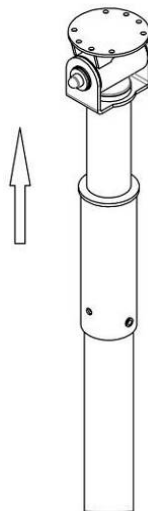

Рисунок 4
4. Зняти маятник поворотний (рис.4.)